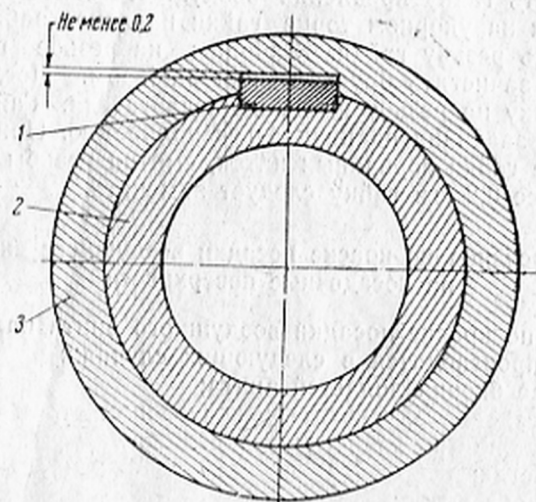

Рис. 21. Проверка зазора между шпонкой и втулкой воздушного винта:
1. Проверить высоту между верхней стенкой шпоночной прорези и шпонкой на валу двигателя. Разница высот должна быть не менее 0,2 мм (рис. 21).